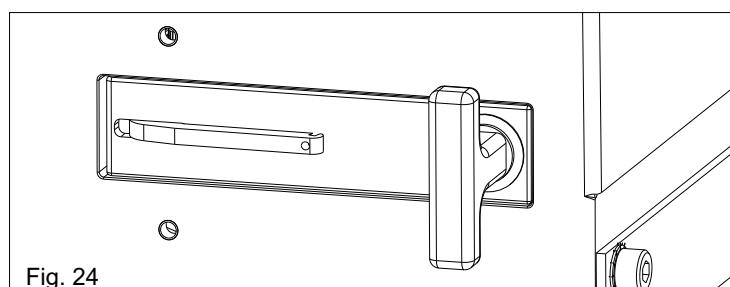

Fig. 24
- Puiser le levier de déverrouillage jusqu'à la complète fermeture (Fig.24).